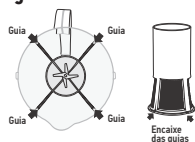

Fig. 3
- 3 • Encaixe a tampa (item 2) na jarra (item 6) com o bocal da tampa alinhado ao bico da jarra e gire no sentido horário até as travas da tampa (item 4) travarem na jarra (Fig. 3).